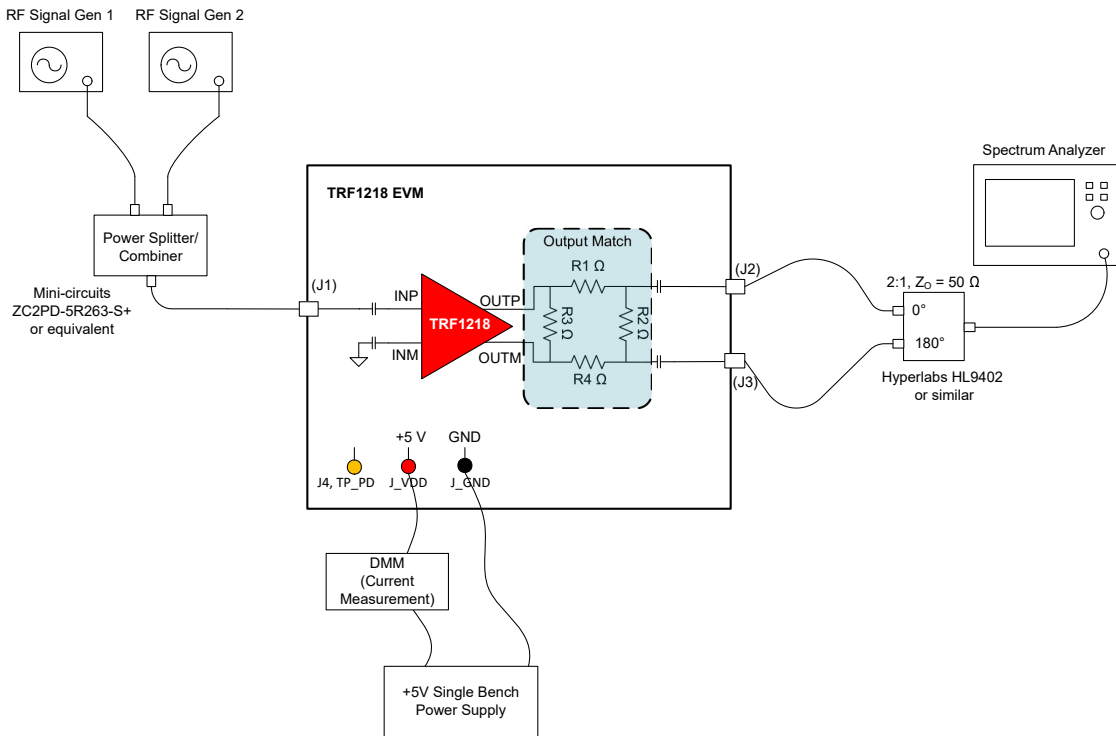

図 2-3. OIP3 のテストの構成
1. 図 2-3 に示すように、同相パワースプリッタ / コンバイナを使用して 2 台の信号発生器の出力を合成します。信号発生器の出力にオプションの 3dB ~ 6dB のアッテネータを使用することで、信号発生器同士の干渉を防ぎ、信号発生器の IMD3 スプリアスの発生を抑制できます。